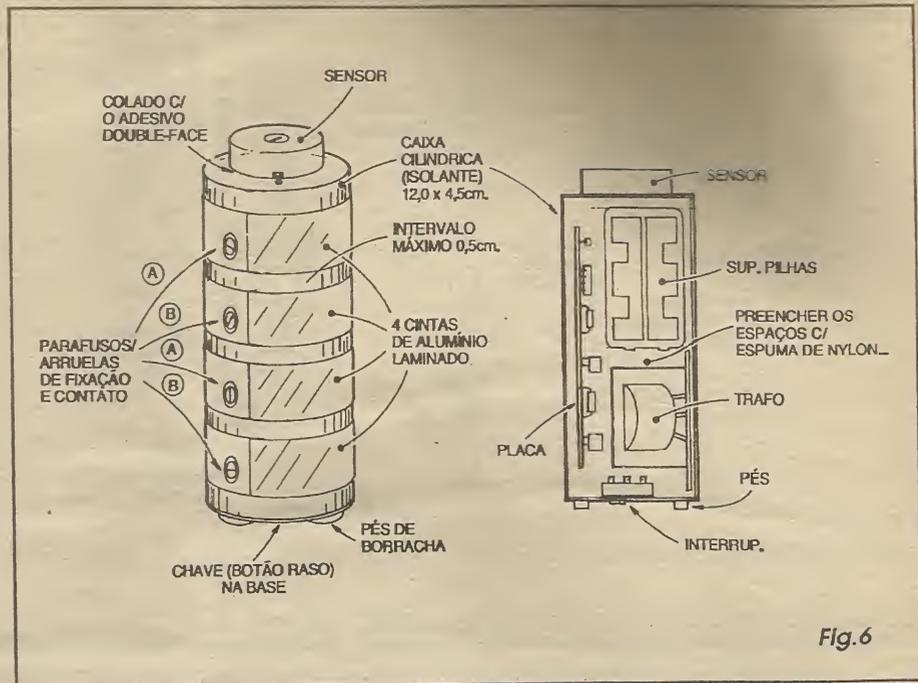

Fig. 6
- FIG. 6 - CONSTRUINDO A ...GARRAFA DO GÊNIO... - Os dois diagramas da figura mostram, com suficientes detalhes, a construção da garrafa, em seus aspectos externos e internos... O mini-sensor de impacto deve ser colado (pelo seu próprio adesivo dupla-face) ao topo do container cilíndrico (normalmente a tampa da caixa plástica utilizada...), passando por um furinho estrategicamente posicionado, os fios que o interligam ao circuito, lá dentro... No centro da base do conjunto pode ficar o interruptor geral, com seu botão raso levemente sobressaindo de um furo retangular lá feito... Três ou quatro pés de borracha podem então ser colados à base, tanto para dar estabilidade à garrafa, quanto para gerar espaço de acionamento do botão do dito interruptor, sem que o mesmo *desequilibre* o conjunto, quando o mesmo repousar sobre uma superfície qualquer... Dentro da caixa cilíndrica (as dimensões indicadas, de 12,0 x 4,5 cm. são as mínimas recomendadas...), o trafo, as pilhas (no suporte) e a plaquinha do circuito, devem ser fixados seguindo a sugestão, calçando-se e preenchendo-se os espaços sobrando com espuma de nylon ou isopor, de modo que nada fique jogando ou solto... Notar que o suporte com as pilhas, ficando próximo à tampa geral do container, poderá ser facilmente acessado para substituição da fonte de energia, quando esgotada... Um ponto muito importante refere-se às quatro cintas de alumínio laminado, distribuídas regularmente pela altura do container, e guardando entre si afastamentos de 0,5 cm. (máximo), com o que a mão de quem segurar a garrafa inevitavelmente tocará pelo menos duas cintas